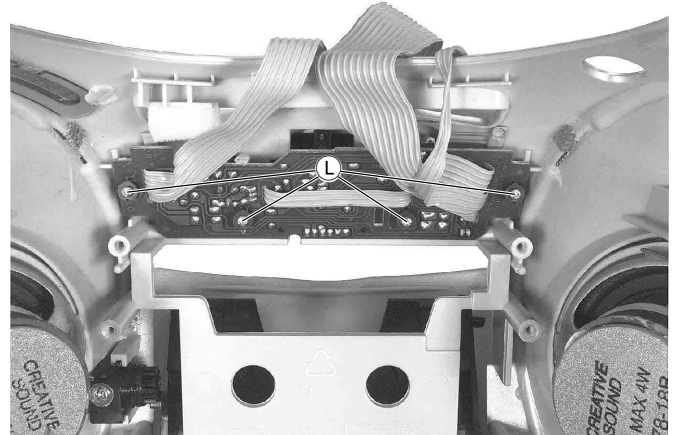

Fig. 10
- 4 Schrauben **L** (Fig. 10) herausschrauben.
- Undo 4 screws **L** (Fig. 10).